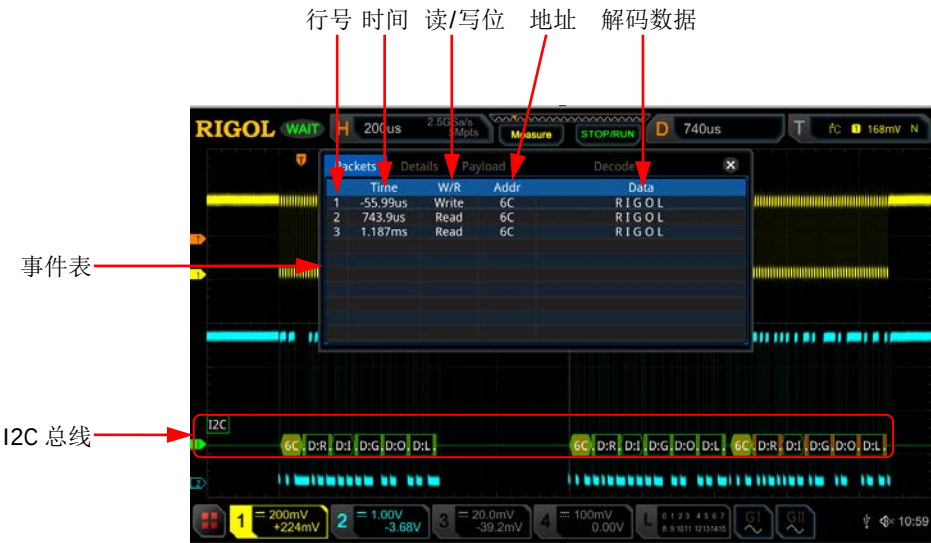

图 11-6 I2C 解码事件表
- 打开或关闭事件表：连续按 **事件表** 键，打开或关闭事件表显示。打开事件表，屏幕弹出如图 11-6 所示的事件表。您也可以触摸屏功能触摸事件表右上方的图标  关闭事件表功能。另外，当运行状态为“STOP”时，您还可以旋转多功能旋钮  选择指定行并查看相应的解码信息。